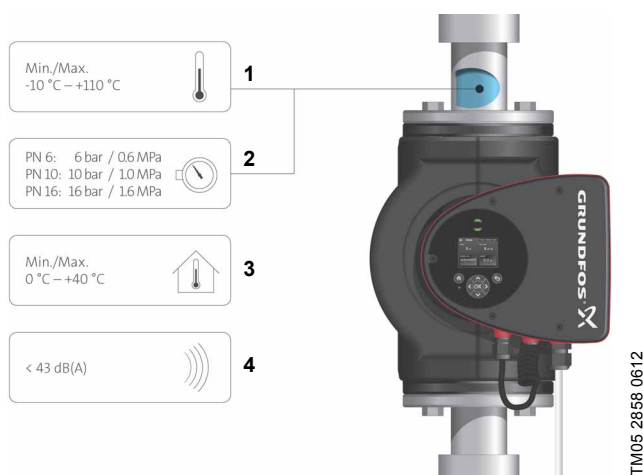

Fig. 2 Driftsförhållanden
Se fig. 2, pos. 1.
Se fig. 2, pos. 2.
Se fig. 2, pos. 3.
Se fig. 2, pos. 4.